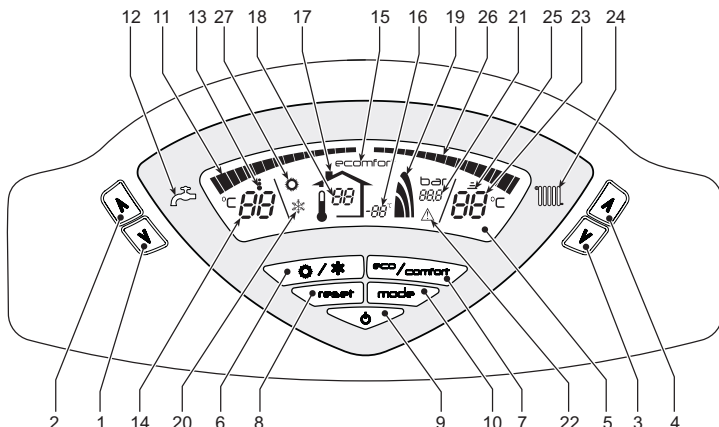
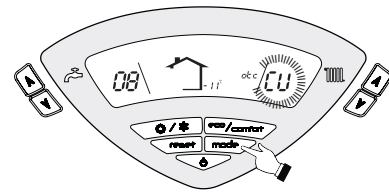

fig. 1 - Pannello di controllo
fig. 11 - Curva di compensazione
La richiesta riscaldamento (generata da Termostato Ambiente o Cronocomando Remoto) è indicata dal lampeggio del simbolo **Funzionamento Riscaldamento** (part. 25 - fig. 1).
Le tacche di graduazione riscaldamento (part. 26 - fig. 1), si accendono man mano che la temperatura del sensore riscaldamento raggiunge il valore impostato.
La richiesta sanitario (generata dal prelievo d'acqua calda sanitaria) è indicata dal lampeggio del simbolo **Funzionamento Sanitario** (part. 13 - fig. 1). Accertarsi che sia attiva la funzione Comfort (part. 15 - fig. 1)
Le tacche di graduazione sanitario (part. 11 - fig. 1), si accendono man mano che la temperatura del sensore sanitario raggiunge il valore impostato.
Quando il riscaldamento del bollitore è attivo (impostazione di default), sul display è attivo il simbolo COMFORT (part. 15 - fig. 1), mentre quando è disinserito, sul display è attivo il simbolo ECO (part. 15 - fig. 1)
Il bollitore può essere disattivato dall'utente (modalità ECO) premendo il tasto eco/comfort (part. 7 - fig. 1). Per attivare la modalità COMFORT premere nuovamente il tasto eco/comfort (part. 7 - fig. 1).
Premere il tasto **on/off** (part. 9 - fig. 1) per 1 secondo.
Per riaccendere la caldaia, premere nuovamente il tasto **on/off** (part. 9 fig. 1) per 1 secondo.
- Premere il tasto ON/OFF (9 - fig. 1)
Premere il tasto **estate/inverno** (part. 6 - fig. 1) per 1 secondo.
Il display attiva il simbolo Estate (part. 27 - fig. 1): la caldaia erogherà solo acqua sanitaria. Rimane attivo il sistema antigelo.
Per disattivare la modalità Estate, premere nuovamente il tasto **estate/inverno** (part. 6 - fig. 1) per 1 secondo.
Agire sui **tasti riscaldamento** (part. 3 e 4 - fig. 1) per variare la temperatura da un minimo di 30 °C ad un massimo di 85°C.
Agire sui **tasti sanitario** (part. 1 e 2 - fig. 1) per variare la temperatura da un minimo di 10°C ad un massimo di 65°C.
Quando viene installata la sonda esterna (opzionale) sul display del pannello comandi (part. 5 - fig. 1) è visualizzata l'attuale temperatura esterna rilevata dalla sonda esterna stessa. Il sistema di regolazione caldaia lavora con "Temperatura Scorrevole". In questa modalità, la temperatura dell'impianto di riscaldamento viene regolata a seconda delle condizioni climatiche esterne, in modo da garantire un elevato comfort e risparmio energetico durante tutto il periodo dell'anno. In particolare, all'aumentare della temperatura esterna viene diminuita la temperatura di mandata impianto, a seconda di una determinata "curva di compensazione".
Con regolazione a Temperatura Scorrevole, la temperatura impostata attraverso i **tasti riscaldamento** (part. 3 e 4 - fig. 1) diviene la massima temperatura di mandata impianto. Si consiglia di impostare al valore massimo per permettere al sistema di regolare in tutto il campo utile di funzionamento.
Premendo una volta il tasto **mode** (part. 10 - fig. 1) viene visualizzata l'attuale curva di compensazione (fig. 11) ed è possibile modificarla con i **tasti sanitario** (part. 1 e 2 - fig. 1).